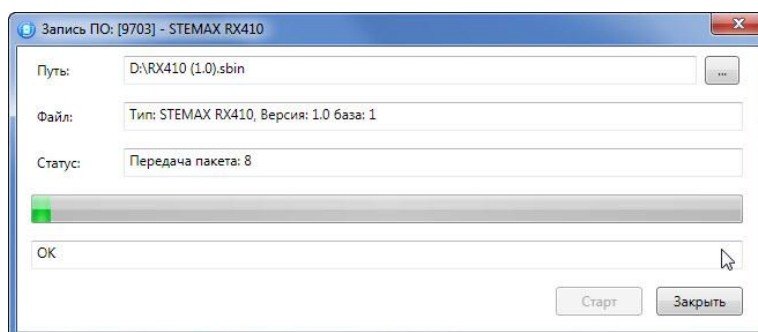

Рисунок 6.2 — Окно *Запись ПО*
- В открывшемся окне *Запись ПО* (см. рисунок 6.2) укажите путь к файлу новой версии встроенного ПО контроллера на вашем ПК (файл имеет расширение **.sbin**) и нажмите кнопку *Старт*.